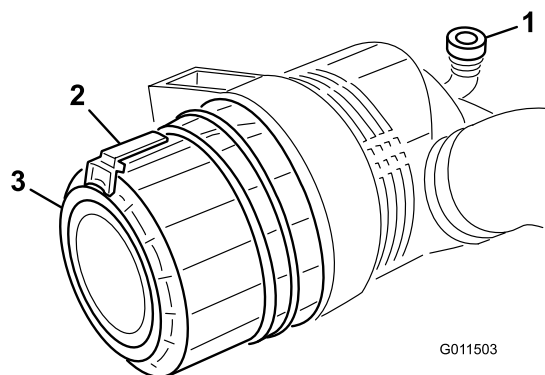

Figure 45
1. Tirez le verrou vers l'extérieur et tournez le couvercle du filtre à air dans le sens antihoraire (Figure 45).